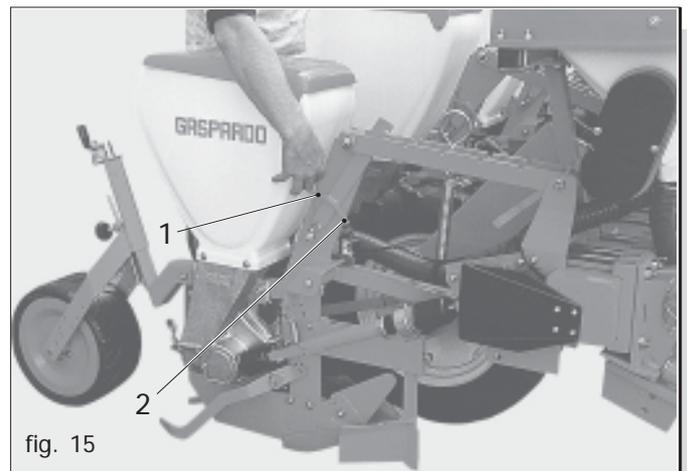

fig. 15
- Die Feder (1 Abb. 15) einhängen;
- Die Feder (2 Abb. 15) wieder einhängen;